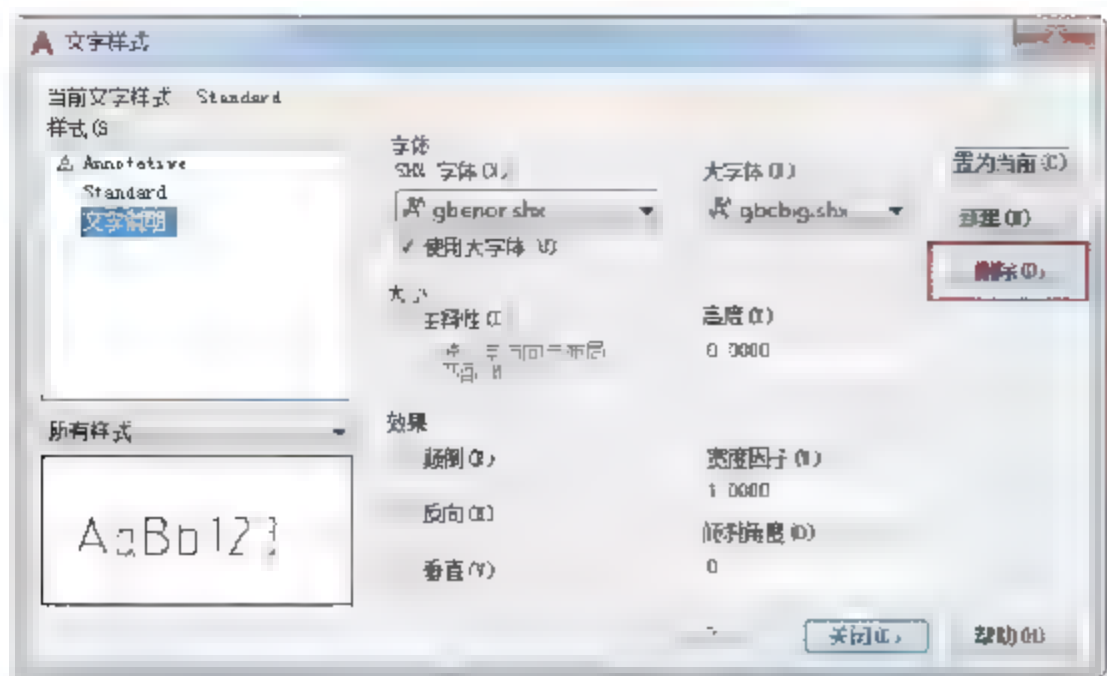

图6-14 单击按钮
- 在【文字样式】对话框中,选择要删除的文字样式名,单击【删除】按钮,如图6-14所示。